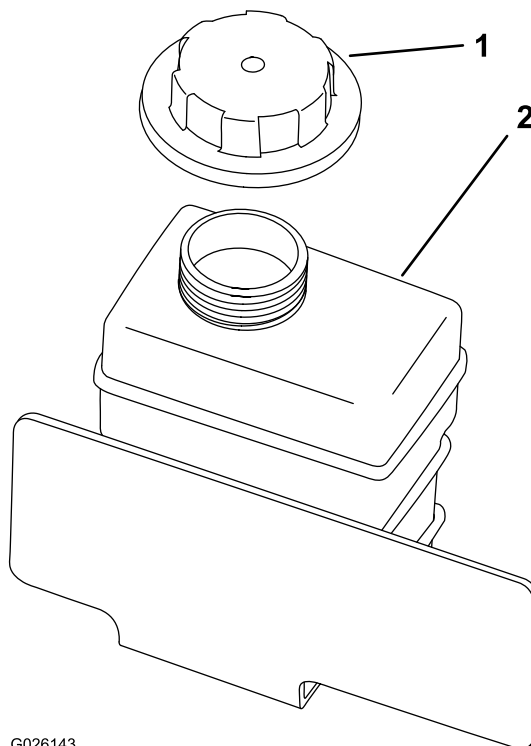

Figura 71
8. Llène lentamente el depósito auxiliar de refrigerante hasta que el nivel llegue al borde inferior del cuello de llenado (Figura 71).
9. Instale el tapón del depósito auxiliar (Figura 71).